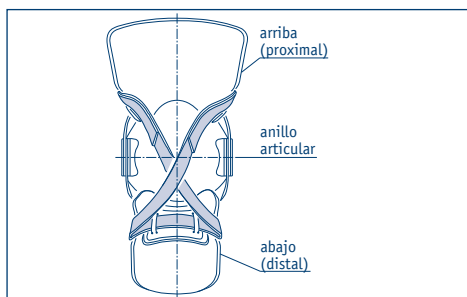

Fig. 4: Proyección hacia atrás
- Girar en 180° la correa cruzada para introducirla en las lengüetas de las almohadillas. A continuación, pasarla por las lengüetas de sujeción, guiarla por el anillo articulado distal (inferior) de modo cruzado en dirección proximal (arriba) y fijarla allí (fig. 4).